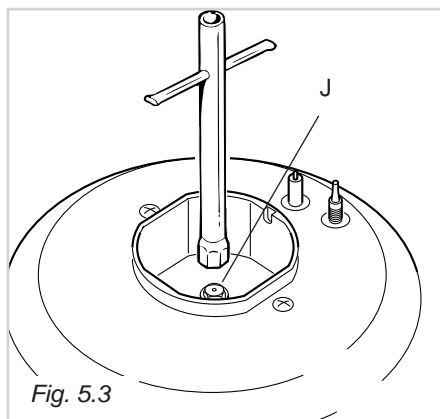

Fig. 5.3
- ✓ Vervang m.b.v. een pijpsleutel de sproeiers "J" (afb. 5.3 - 5.4) door nieuwe die geschikt zijn voor het type gas dat gebruikt wordt.